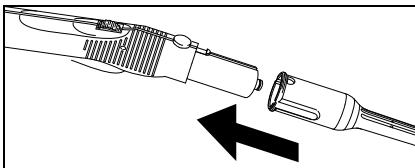

Рис. 6
- Соединить необходимую насадку (D1, E1, F1) с паровым пистолетом (C1). Для этого открытый конец насадки надеть на паровой пистолет (C1) и надвигать ее на паровой пистолет до фиксации разблокирующей кнопки (C2) на паровом пистолете (см. рис. 6).